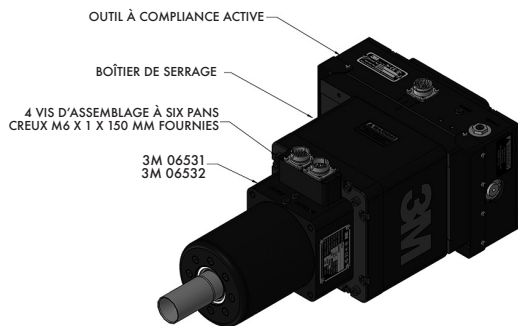

Figure 2. Configuration de l'axe perpendiculaire du moteur à axe
Pour attacher le moteur à un outil à compliance active dans une configuration à axe perpendiculaire, positionner le boîtier de serrage/la plaque de montage sur le chariot, comme indiqué à la figure 2. Ensuite, fixer l'unité à l'aide de quatre (4) vis d'assemblage à six pans creux M6 x 1 x 145 mm. Serrer les pièces de fixation au couple spécifié dans la section des caractéristiques techniques. Des goupilles de positionnement de 5 mm peuvent être insérées et collées dans le chariot pour aligner le moteur. Les boîtiers de serrage et la plaque de montage ont des trous de passage pour broche prépercés pour cette configuration.